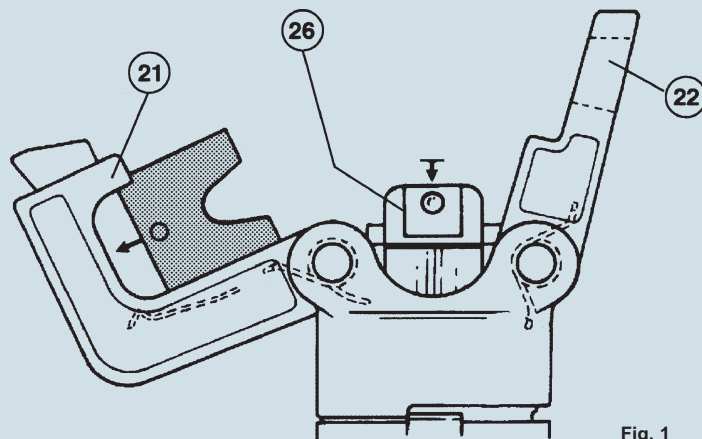

Fig. 1
Con riferimento alle figure 1 e 2, scegliere la coppia di matrici adatte al tipo di contatto ed inserirle nelle rispettive sedi: una nel supporto matrice (21), l'altra nel supporto spingi matrici (26). (NB: le due matrici di ciascuna coppia sono uguali).